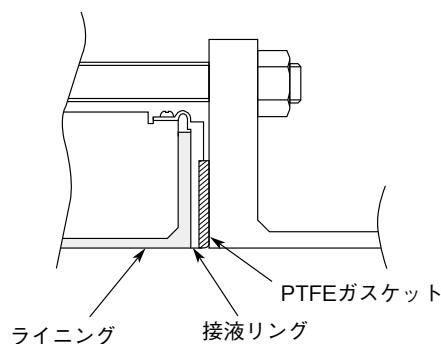

図2-12. 接液リングがSUS材質以外の場合
- 図2-12に示すように、取り付けてください。締付トルクは、表2-1に従ってください。